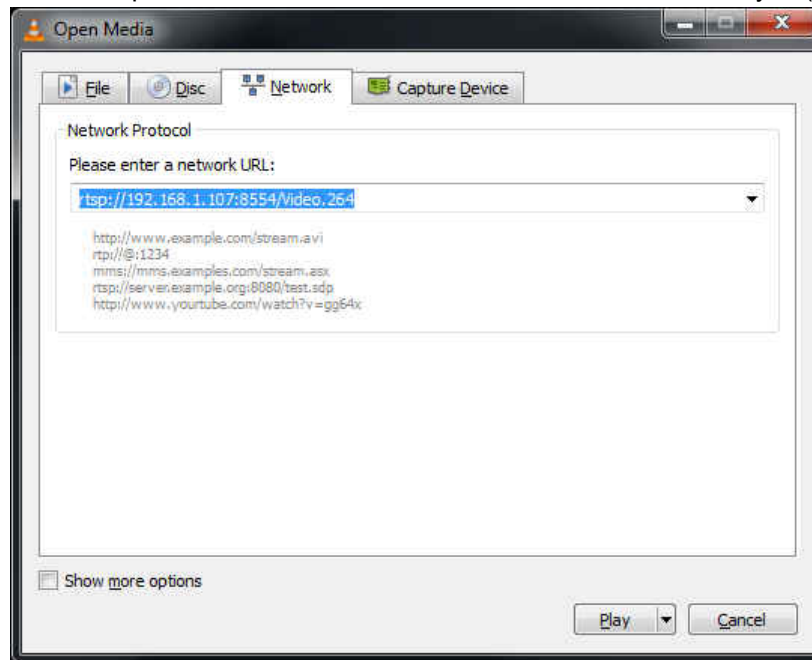

图 3-8. 输入网络 URL
3. 对于网络 URL，请输入“rtsp://<local IP address>:8554/Video.264”并按下“Play”（如图 3-8 所示）。